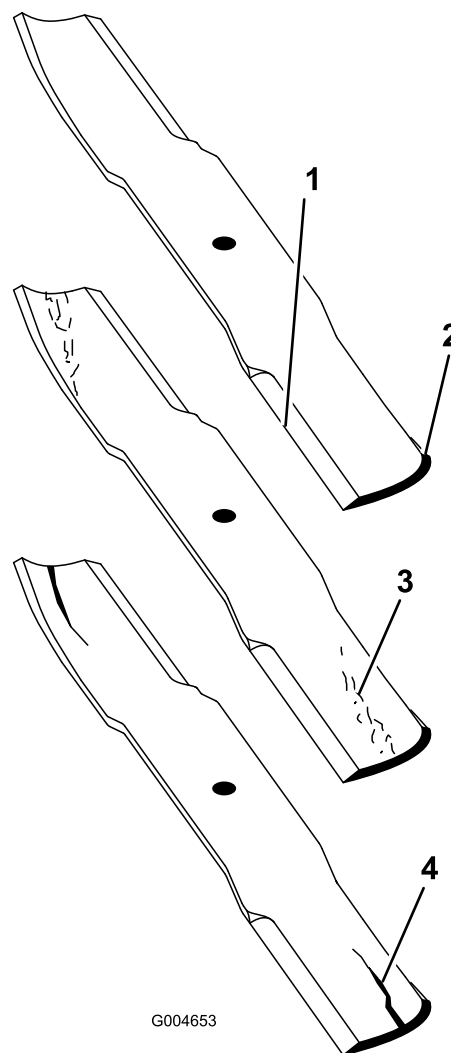

Рисунок 85
2. Осторожно проверьте режущие кромки ножей, особенно в точке соединения плоской и изогнутой частей полотна (Рисунок 85).
Примечание: Проверяйте ножи перед эксплуатацией машины, так как песок и абразивный материал могут стачивать металл между плоской и изогнутой частями ножа. В случае обнаружения износа (Рисунок 85) замените нож.